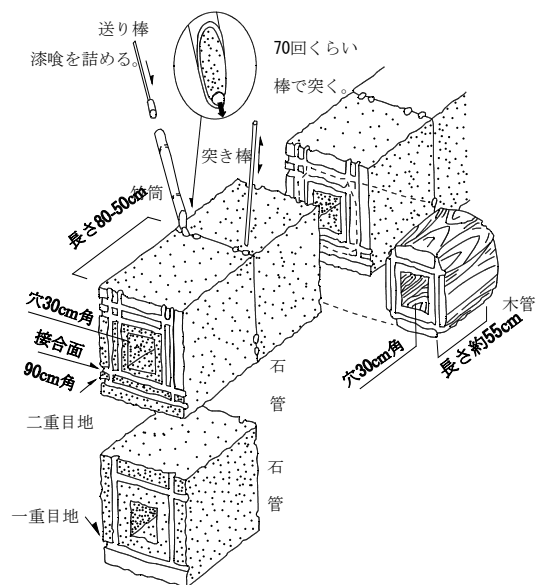

図4 通潤橋内部の石管と漆喰の利用
2) 通潤橋の施設管理の工夫 通潤橋の中央部には放水口があり、そこから用水が放水される。これは、通潤用水の取水河川である笹原川が、火山灰地を流下し土砂を含んでおり、その土砂をフラッシュするためのものである。泥ぜん抜きと同様に、土砂の堆積に対する施設管理の工夫が、通潤橋にもなされている。また、通潤橋の内部には三本の石管があり、その石管は漆喰により接着されている（写真2、図4）。近年の補修で、漆喰の代わりにセメントを用いたが、セメントで補修した場合、再び漏水し始めると、大規模な改修が必要となった。しかし、漆喰を使用することにより、漏水の発生する漆喰だけを交換するだけ良く、簡易な補修が可能となり、施設管理が軽減された。